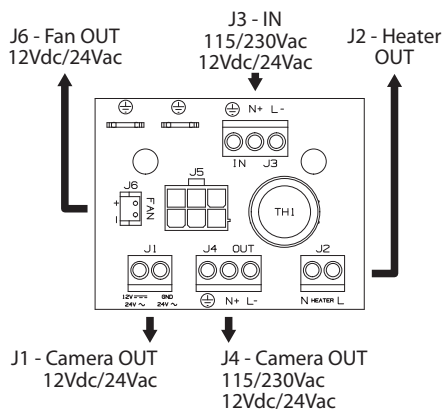

Fig. 06
Der 6-polige Kabelstecker des Netzteils wird in die zugehörige, mit J5 bezeichnete Buchse auf der Trägerschaltung eingefügt (Fig. 06, Seite 6).
Die Klemme FAN (J6) der Trägerschaltung (Fig. 06, Seite 6) auf dem Gehäuseschlitten wird über die beiliegende Litze mit Klemme V IN (J1) des Lüfterschaltkreises verbunden.
**Am Klemmenblock J4, der an der Trägerschaltung (Fig. 06, Seite 6) liegt, läßt sich aus einer externen Quelle die Hauptspannungsversorgung abgreifen. Wird der Stromkreis von einer externen Quelle gespeist, ist auf den Typ der verwendeten Spannung zu achten. Benutzen Sie jeweils das situationsgerechte Speisungs-Kit.**
Die elektrischen Anschlüsse für den Betrieb der Kühlanlage an der Klemme J3 vornehmen (Fig. 06, Seite 6).